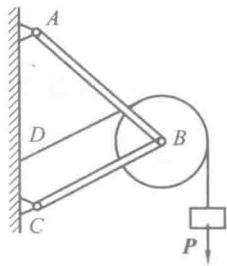

图 1.17
2. 如图 1.17 所示, 分析结构整体及各部分的受力, 未画重力的不计自重, 所有接触均为光滑接触。